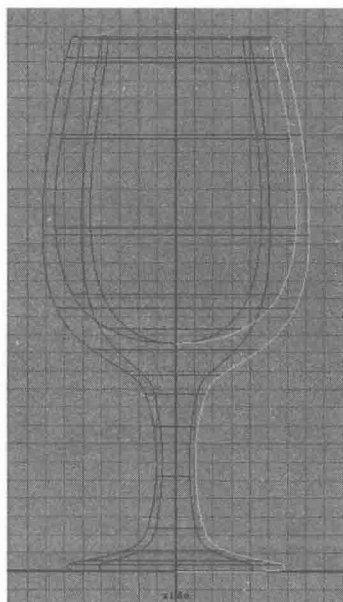

图 1-17
3) 当显示 NURBS Surfaces 时, 当选中最初绘制的 CV 曲线时, 曲面网格呈现紫色, 说明物体具有历史记录。当物体具有历史记录时, 编辑物体的曲线时也将对曲面造成影响, 如图 1-17 所示。